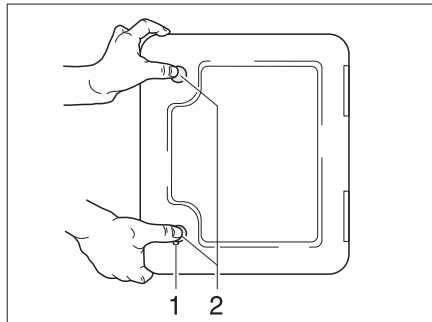

Fig. 152 Portillon pour cassette Thetford
Le portillon pour la cassette Thetford (Fig. 152) se trouve à l'extérieur du véhicule.
- Insérer la clé dans le barillet du verrou à pression (Fig. 152,1) et la tourner d'un quart de tour dans le sens des aiguilles d'une montre.
- Appuyer du pouce et simultanément sur les deux verrous de pression (Fig. 152,2) et ouvrir le portillon pour la cassette Thetford.